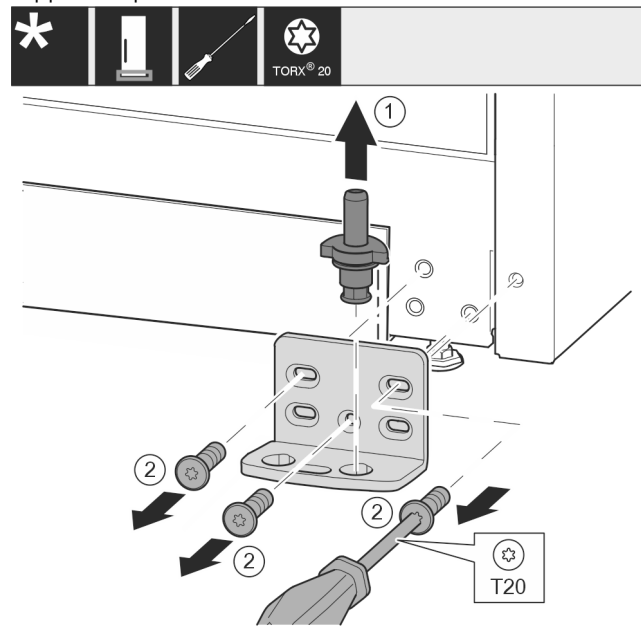

Fig. 18 \*
- Retirer entièrement l'axe de palier Fig. 18 (1) par le haut.\*
- Desserrer les vis Fig. 18 (2) avec un tournevis et retirer le support de palier.\*